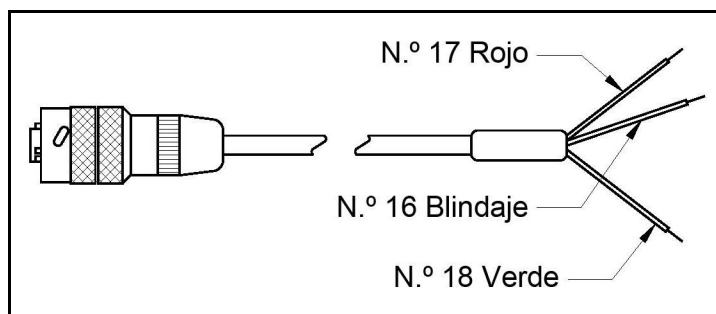
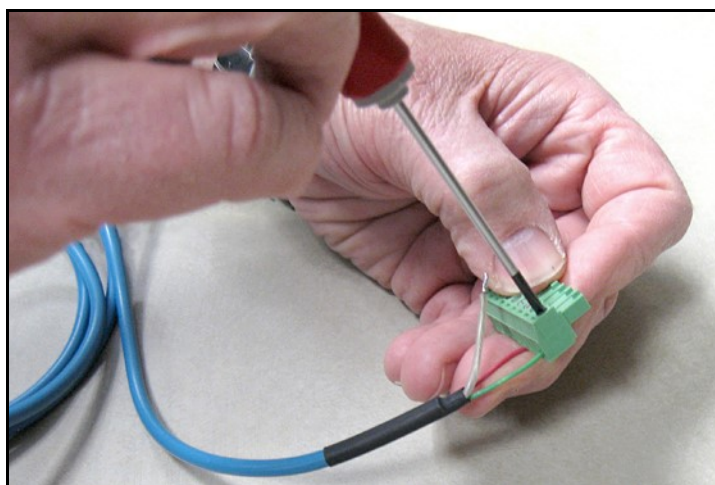

Figura 23: Conexiones de cable para la sonda M Series
Figura 24: Ejecución de las conexiones del cable de la sonda con el conector
3. Vea la *Figura 23* a continuación y la *Figura 24 en la página 17* para conectar el extremo del cable de la sonda con los tres cables a los pasadores 16, 17 y 18 en el bloque de terminales inferior.